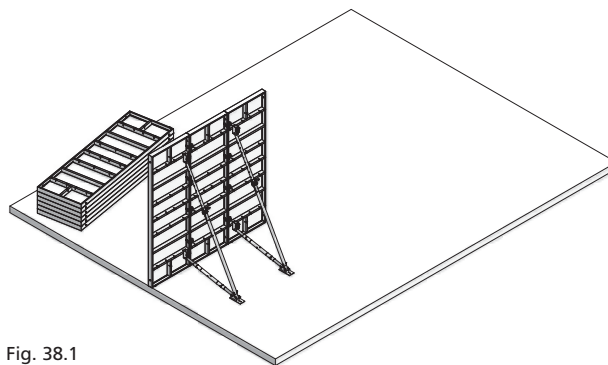

Fig. 38.1
2. Coloque el primer panel e inmediatamente sujételo con dos puntales con ángulo de soporte en su base al piso para prevenir que éste caiga (Fig. 38.1). Sujete las placas de base firmemente a éste con dos puntillas de piso cuando van directamente al piso, o con dos pernos de trabajo pesado cuando éstas se sujetan a una fundación de concreto.